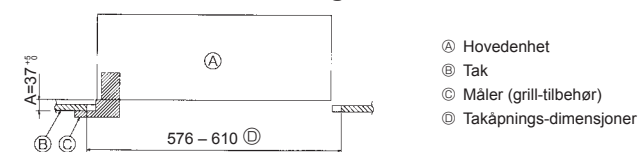

Fig. 4-6
3. Når hovedenheten ikke kan rettes inn mot monteringshullet i taket, er den justerbar med et spor anordnet på monteringsplaten. (Fig. 4-6)